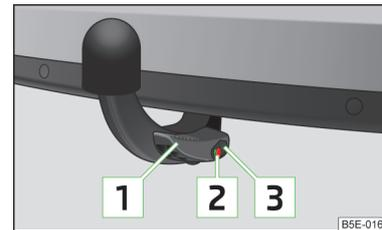

Abb. 156 Kugelstange ordnungsgemäß befestigen
- ✓ Der Hebel **1** befindet sich ganz oben » Abb. 156.